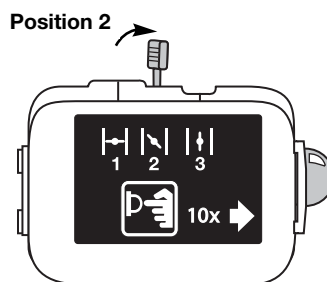

Fig. 9
7. Placez le levier d'étranglement en position 2 (Fig. 9).